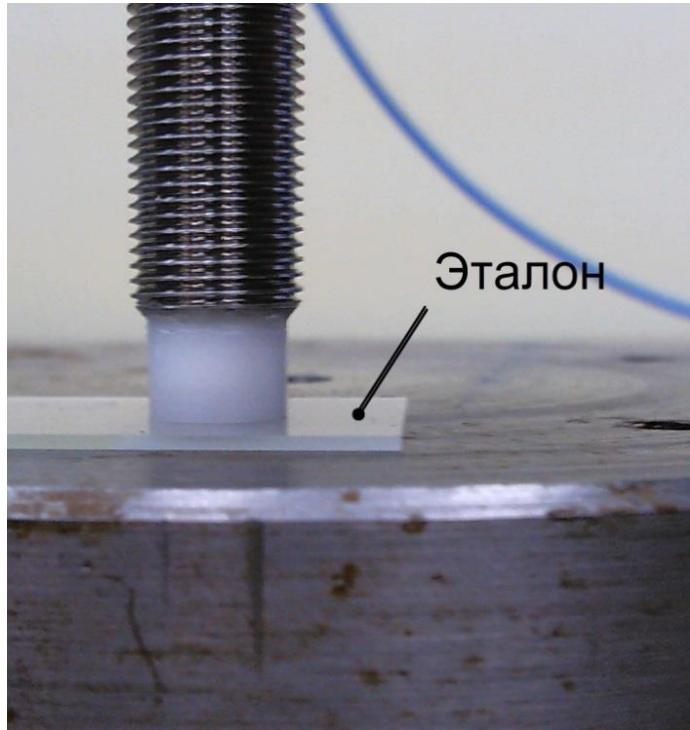

Рис. 4.6 Между пробником и рабочей поверхностью один эталон расстояния (вторая точка калибровки)
- Стока «Точка 2»: между штоком и поверхностью положить эталон (Рис. 4.6), плотно прижать, в колонку «Эталонное значение» занести расстояние (толщина эталона, в миллиметрах), в колонку «Измеренное значение» - показание вольтметра.